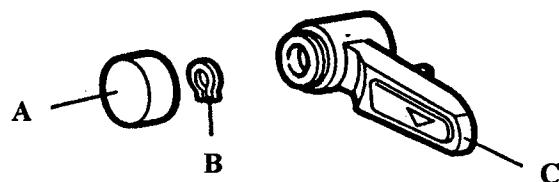

fig. 27
H1018, H1030 models (fig. 27). Remove the door lock plug (A), using a screwdriver.
Modelos H1018, H1030 (fig. 27). Desmontar el tapón (A) de la empuñadura de cierre, ayudándose con un destornillador.
Modèles H1018, H1030 (fig. 27). Démonter le bouchon (A) de la poignée de fermeture, à l'aide d'un tournevis.